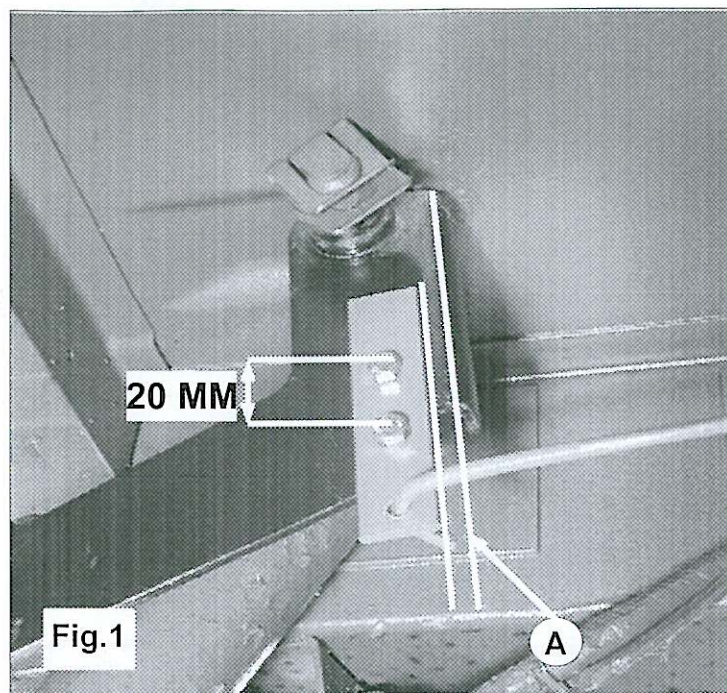

Fig.1
2. Coloque un gato hueco entre el conjunto de muelles y la carrocería y empuje el conjunto de muelles aprox. 3 ó 4 cm. hacia abajo. Evite que la carrocería se abolle. Véase fig. 1.
2. Boor een gat van 5,5 mm 20 mm boven het oorspronkelijke gat, zorg ervoor dat het plaatje evenwijdig aan lijn A loopt. Zie fig.1
2. Drill a 5.5-mm hole 20-mm above the original hole, making sure that the plate runs parallel to line A. See Fig. 1.
2. Bohren Sie ein Loch von 5,5 mm, 20 mm über dem ursprünglichen Loch. Sorgen Sie dafür, dass das Plättchen parallel zur an Linie A verläuft. Siehe Abb. 1.